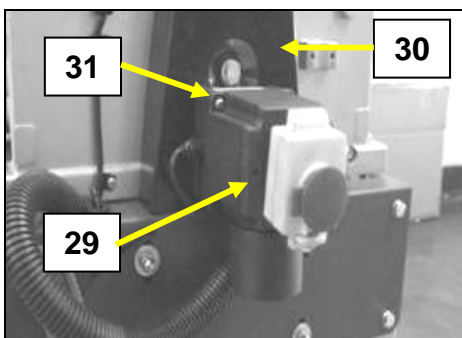

Fig 24
- Fixez le boîtier de commande (29) sur le carter de courroie (30) avec les vis cruciformes et écrous (31) (Fig 24).